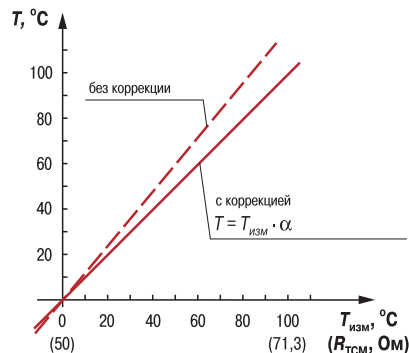

Рис. 6
3.2.5.3. Для компенсации погрешностей датчиков при отклонении значения W_{100} от номинального каждое измеренное значение параметра $T_{изм}$ умножается на заданный пользователем поправочный коэффициент α («**наклон характеристики датчика**»). Коэффициент задается в пределах от 0,5 до 2,0. На рис. 6 приведен пример изменения наклона характеристики для датчика TCM50M $W_{100} = 1,426$.